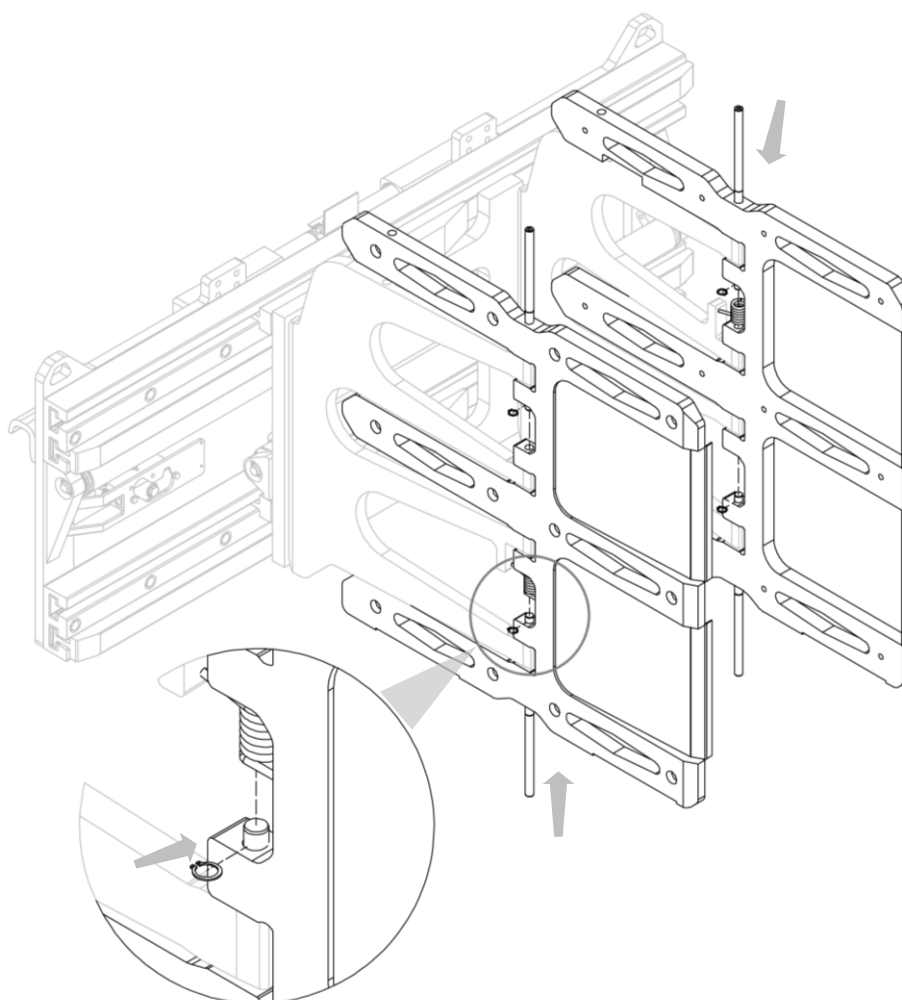

Figura 26
5. Prendere come riferimento la *Figura 26* e la *Figura 27*.